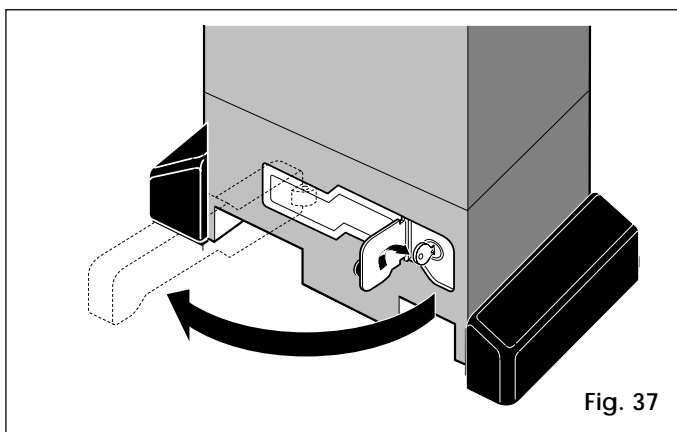

Fig. 37
- 2) Tourner la clé dans le sens des aiguilles d'une montre et tirer sur le levier de déblocage, comme indiqué Fig. 37.